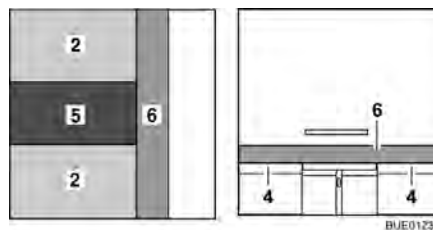

Fig. 90 Después de la transformación
- Colocar el cojín adicional (Fig. 90,5) en la mesa.
- Colocar el cojín adicional (Fig. 90,6) sobre la prolongación del armazón de cama (Fig. 90,4).